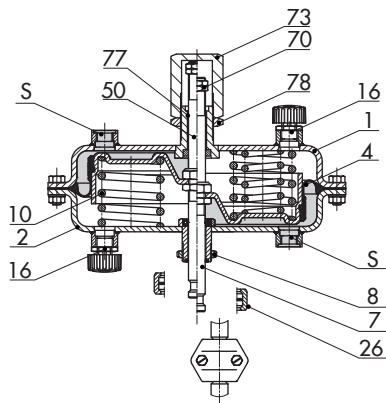

Bild 13: Typ 3271 mit einstellbarer Hubbegrenzung
- **Typ 3271 · Hubbegrenzung** (Bild 13), minimaler und maximaler Hub bei Ausführung 175v2 bis 750v2 cm² mechanisch einstellbar
Die einstellbare **Hubbegrenzung** (Bild 13) ist für Antriebe mit 120, 175v2, 240, 350, 350v2, 355v2, 700 oder 750v2 cm² Antriebsfläche geeignet. Der Hub wird dabei in beiden Wirkrichtungen (Antriebsstange einfahrend oder ausfahrend) um bis zu 50 % verringert und fest eingestellt.